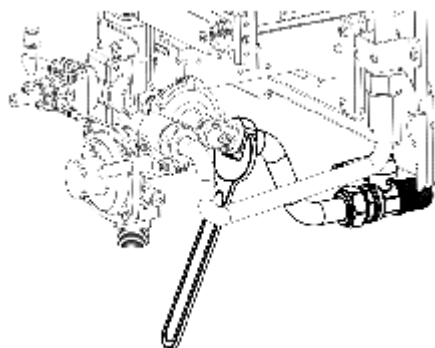

Рисунок 10
- 2.7.4 Открутите входную трубу на водяном блоке (рисунок 10).